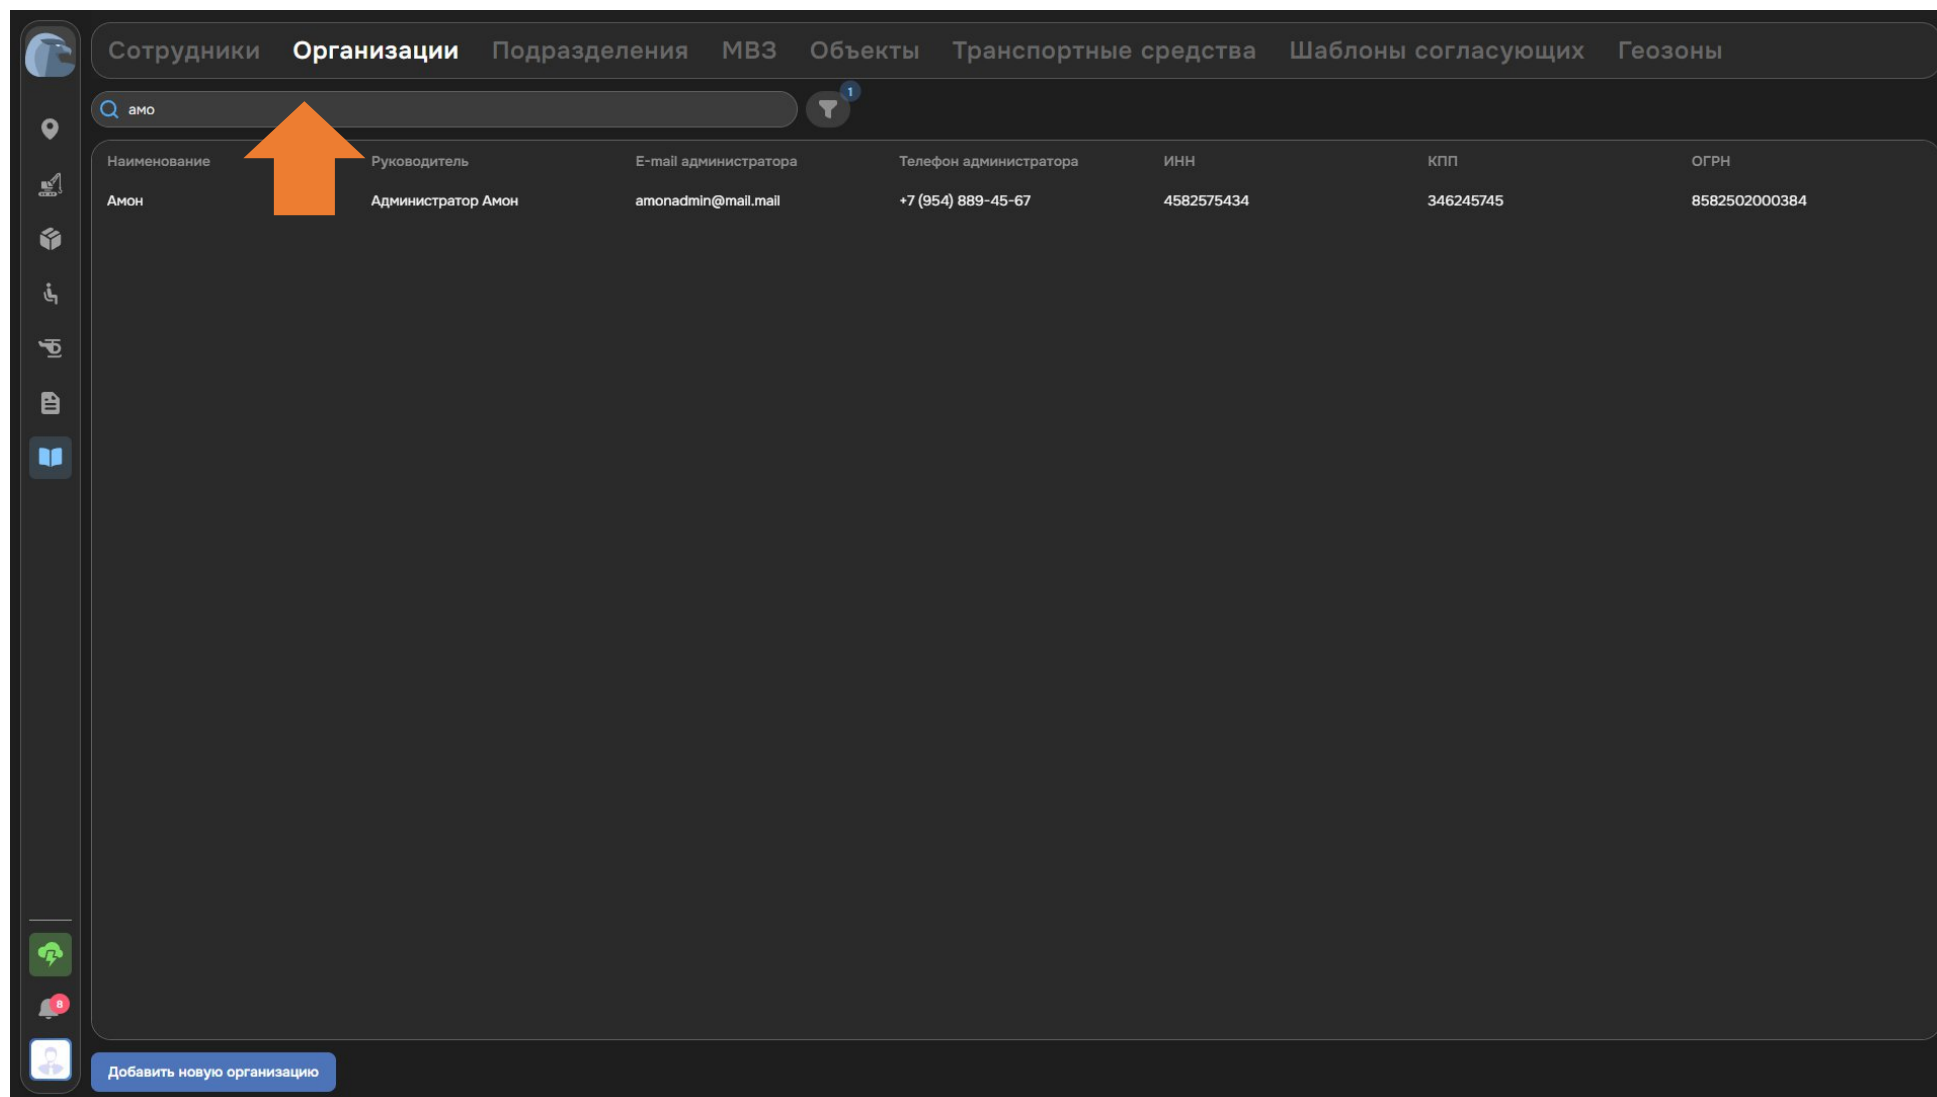

Рисунок 109. Поиск по справочнику
5. Для поиска по справочнику необходимо вводить запрос в строку поиска, при этом результаты поиска будут отображаться по ходу ввода запроса (см. Рисунок 109).